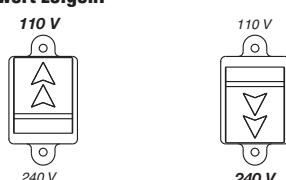

Abb. 1
**Bei den Modellen "DV" kontrollieren, ob der Deckel (Abb. 1) der Taste für die Wahl der Versorgungsspannung so ausgerichtet ist, dass die Pfeile auf den gewünschten Spannungswert zeigen.**